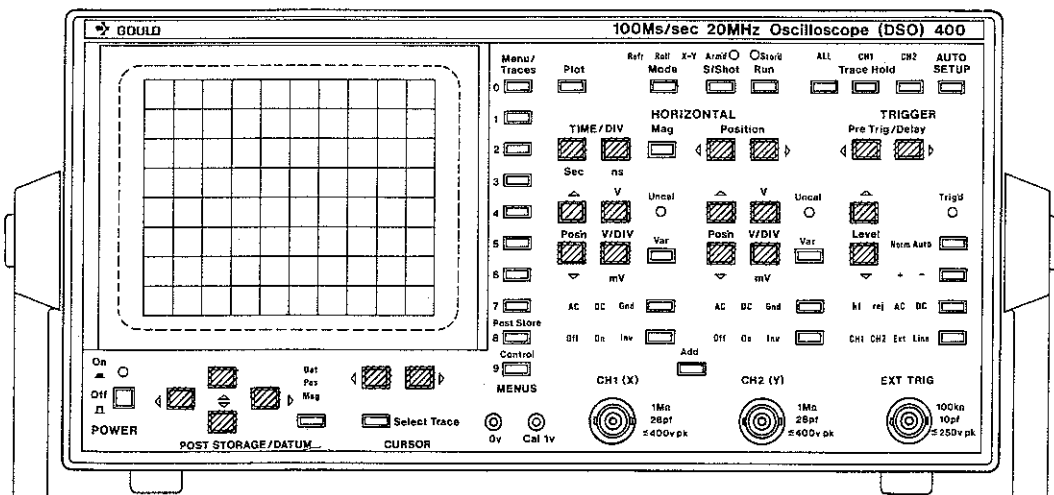

Abbildung 1.2c Druckabhängige Tasten
Der dritte Typ von Tasten arbeitet druckabhängig. Die erzielte Wirkung hängt davon ab, wie fest auf die Taste gedrückt wird. Zum Beispiel bewegt sich durch einen leichten Druck auf die Taste **Pos'n** (8) der Signalverlauf langsam. Wenn man fester auf die Taste drückt, bewegt sich der Signalverlauf schneller. Abbildung 1.2c.